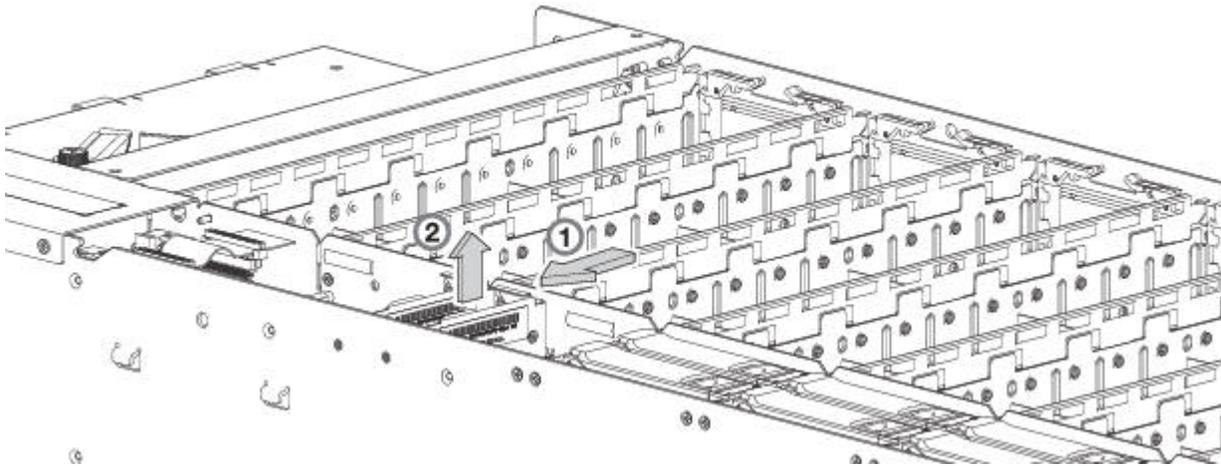
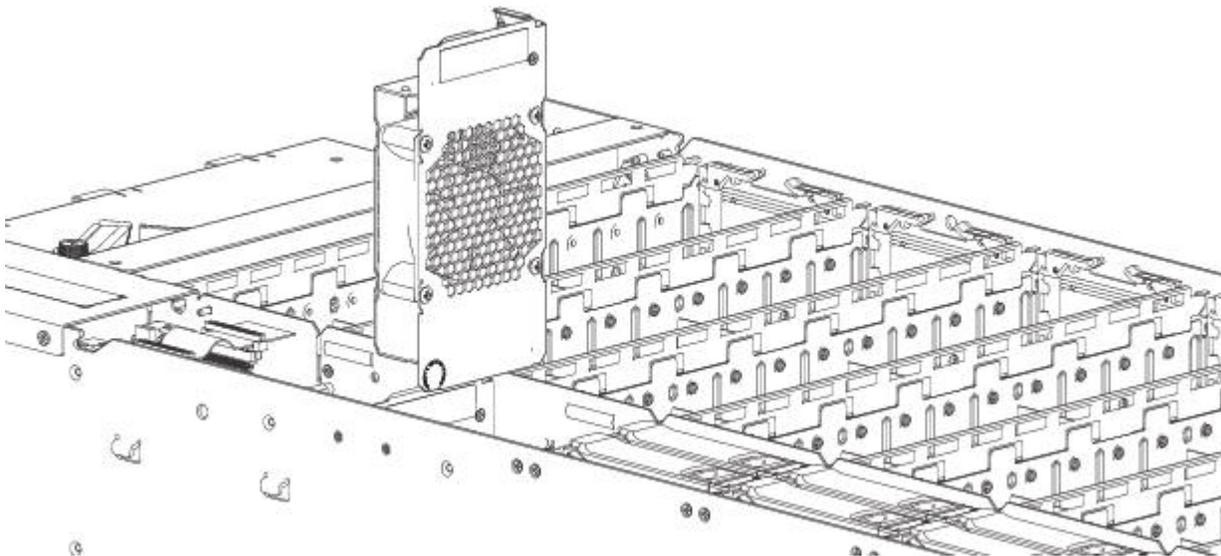

Abbildung 66. Ausbauen eines Controllerlüfters (1 von 2)
Abbildung 67. Ausbauen eines Controllerlüfters (2 von 2)
1. Greifen Sie nach der Verriegelungszunge an der inneren Kanalwand des Gehäuses und drücken Sie die Zunge gegen die Wand, um den Kanallüfter aus seiner verriegelten Position zu lösen (siehe Abb. 66 auf Seite 81).
2. Greifen Sie mit der anderen Hand nach dem Griff oben am Lüfter und ziehen Sie diesen nach oben, um den Lüfter aus seinem Steckplatz zu nehmen (siehe Abb. 67).
Halten Sie sich bei der Ausführung dieser Prozedur an Abb. 66 und Abb. 67, ignorieren Sie jedoch den Richtungspfeil, da Sie das Modul in den Steckplatz einsetzen, statt es auszubauen.